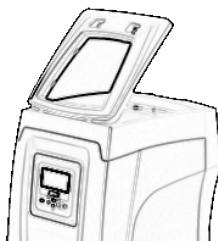

Figure 2
- **Pan A:** porte d'accès au logement technique. Pour démonter la porte, introduire 2 doigts dans les prises de caoutchouc, serrer et faire pivoter la porte sur les charnières du côté opposé aux prises (voir Fig. 2). Pour remettre la porte en place, introduire les charnières dans leur logement et fermer la porte jusqu'au déclic.